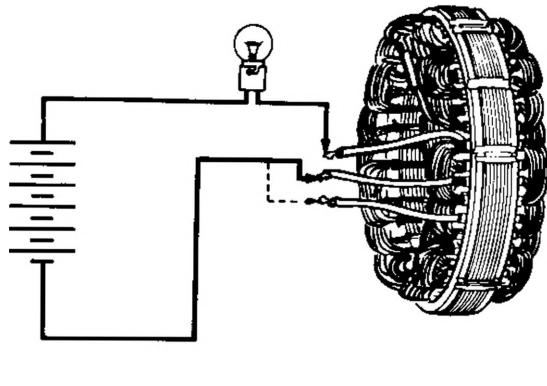

Fig. Nb.17
- (32) Collegare una lampada da 36 watt ed una batteria di 12 Volt alle connessioni dello statore. Ripetere la prova scambiando una delle due connessioni già utilizzate con la terza. Se la lampada non s'accende in una delle due prove, sostituire lo statore (Ved. la Fig. Nb.17).
- (33) Eseguire la prova dell'isolamento tra una qualsiasi delle tre connessioni dello statore ed il pacco di lamierini statorico, utilizzando una lampada di